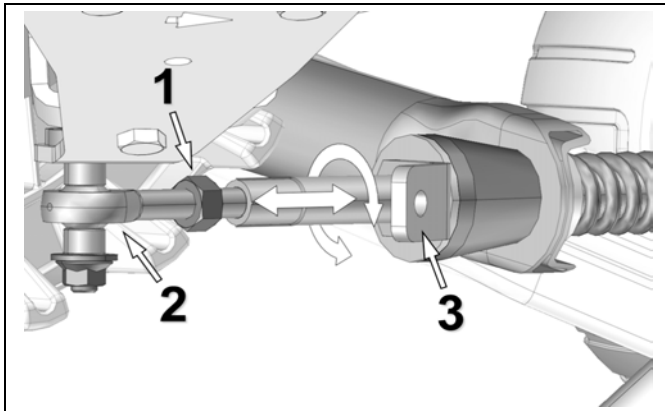

Figure 5
- Desserrer le contre-écrou (1) de l'embout à rotule. Ajuster la longueur de l'embout (2) en tournant le support de limiteur de conduite (3) au bras stabilisateur avec une clé 30 mm [1 3/16 po] pour obtenir un ajustement de **308 mm [12 1/8 po]** au dessus du sol. Voir la Figure 5.